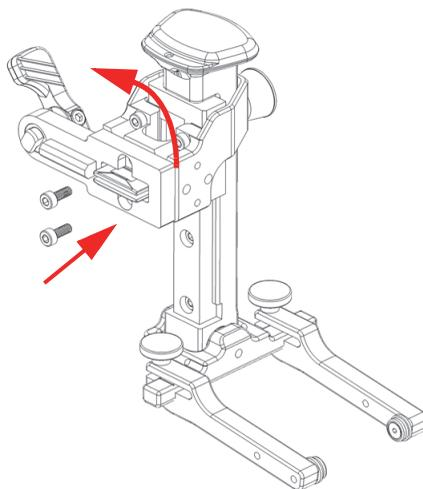

Рис. 2-21 Переключение кронштейна подпружиненного рычага
2. Поверните кронштейн подпружиненного рычага на 180 град. (Рис. 2-21 на стр. 62).
3. Установите оба винта на место (Рис. 2-21 на стр. 62).